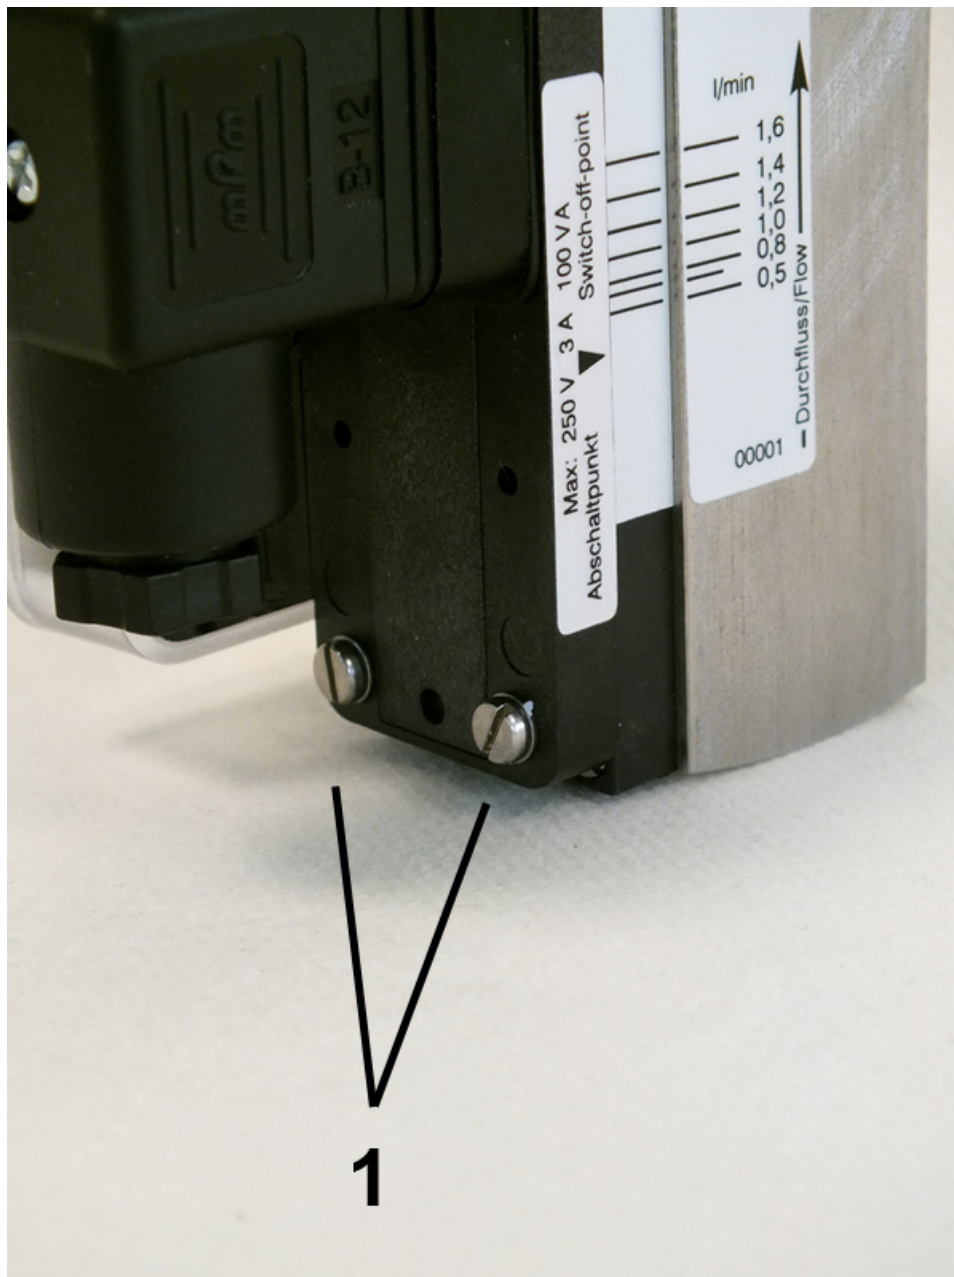

Abb. 37: Feststellschrauben lösen
1. Die Feststellschrauben des Schaltkontaktes (Abb. 37/1) mit einem Schlitzschraubendreher lösen.
3. Feststellschrauben des Schaltkontaktes (Abb. 37/1) mit einem Schlitzschraubenzieher wieder anziehen. Dabei Schrauben-Anziehdrehmoment beachten.